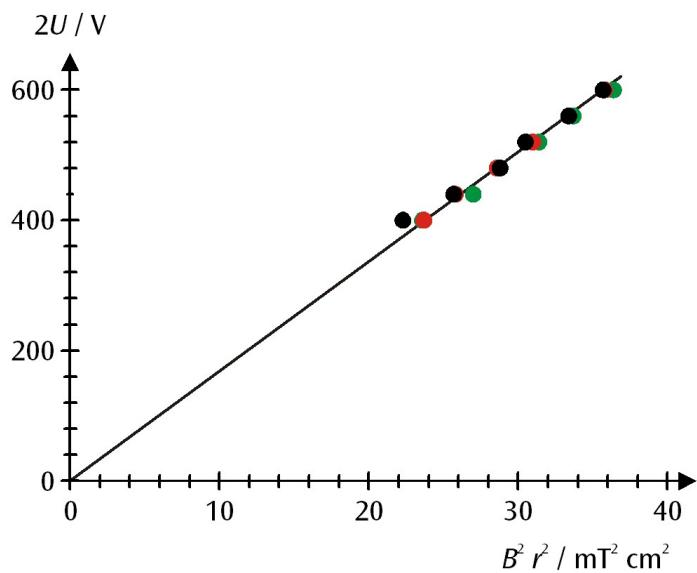

Fig. 3 Diagrama $r^2 B^2 / 2U$ de los valores de medición (negro: $r = 5 \text{ cm}$, rojo: $r = 4 \text{ cm}$, verde: $r = 3 \text{ cm}$)
- Para la evaluación ulterior se llevan los valores de medida a un diagrama r^2B^2-2U (ver Fig. 3)